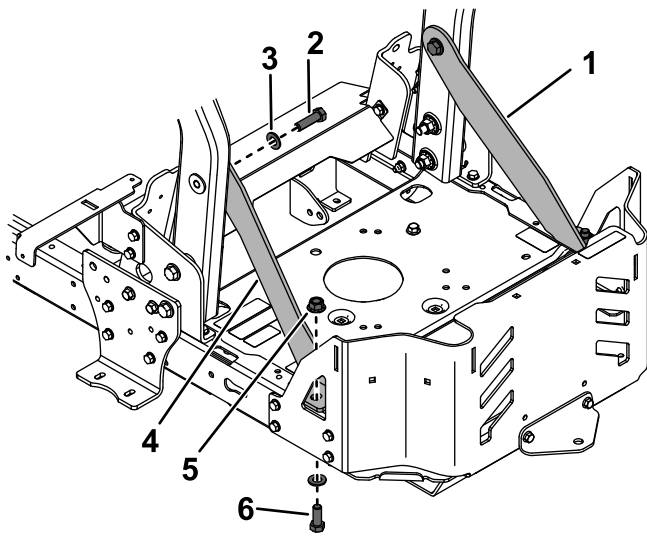

Figure 5
4. Fixez légèrement les supports gauche et droit à l'aide de 1 boulon (½ x 1¼ po), 1 contre-écrou (½ po), 1 boulon (½ x 1¾ po) et 1 rondelle par support (Figure 5).